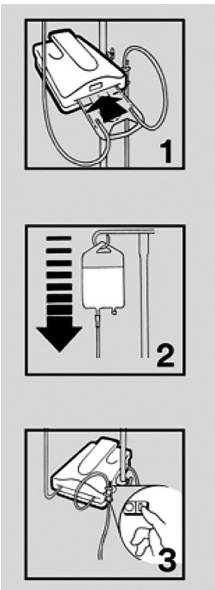

Fig. 4
2. Skjut in irrigationskassetten i värmeenhetsens skåra. Kassetten kan bara passa in i enheten på ett sätt (se fig. 4, #1).
3. Prima värmesatsen. För mer information om priming av apparaten, se instruktionerna som medföljer värmeapparaten (se fig. 4, #2).
4. Anslut strömkabeln till ett lämpligt vägguttag. Slå på enheten (se fig. 4, #3). Efter några sekunder tänds den alfanumeriska displayen. Det tar mindre än 2 minuter att värma upp till börvärdestemperaturen på 41 °C.